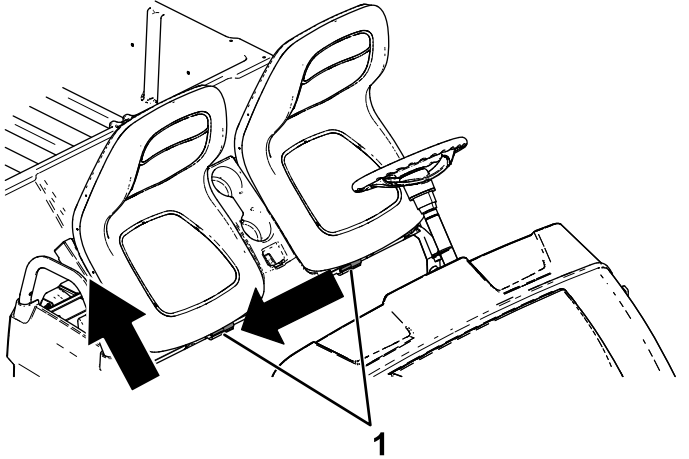

Figura 26
2. Deslice el conjunto de asientos hacia un lado hasta que se desenganchen los pasadores, y levante el conjunto de asientos hacia arriba (Figura 26).